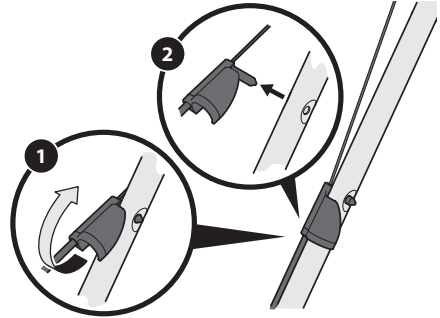

Figure 30
1. Faites tourner le raccord du câble d'entraînement situé sur la poignée supérieure gauche vers le haut. Voir Figure 30.